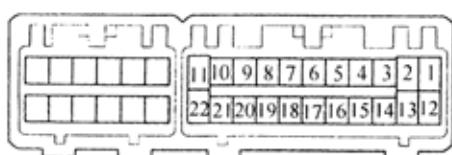

图 9-198
1) 断开连接器 T7, 检查线束一侧连接器每个端子的电压和导通情况, 如图 9-198 所示, 标准应符合表 9-81 所示要求。如果结果不符合标准, 可能是线束一侧有故障。